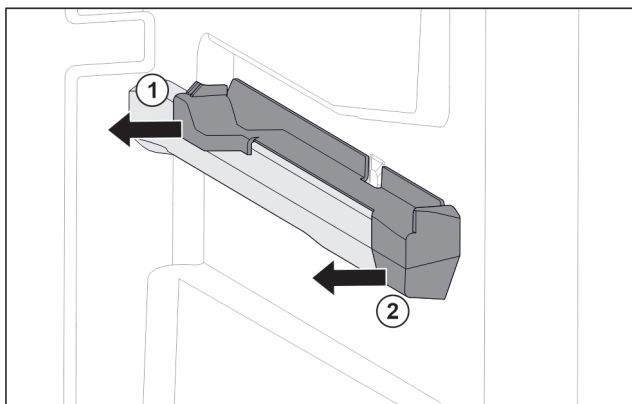

Fig. 55 Вставная часть на правом контейнерном ребре
- Отодвиньте вставную часть сзади в сторону. Fig. 55 (1)
- Отодвиньте вставную часть спереди в сторону. Fig. 55 (2)